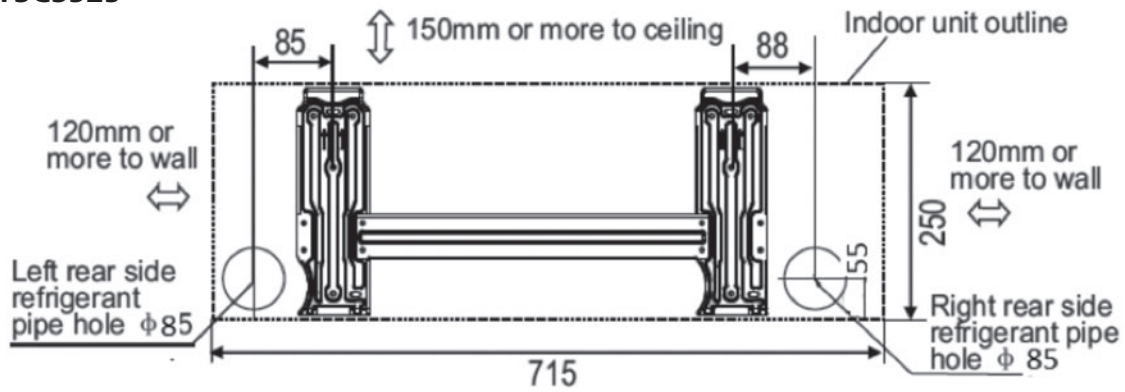

Rys. 8
- Założyć poziomo płytę instalacyjną ① na odpowiednio wytrzymałej ścianie i zachować przestrzeń wokół płyty instalacyjnej. Patrz rysunek 8.
- Jeśli ściana zbudowana jest z cegły, betonu lub podobnych materiałów, wywierć w ścianie osiem ⑧ otworów o średnicy 5 mm. Załóż kołki rozporowe ②, odpowiednie dla wkrętów montażowych ③.
- Zamocuj płytę montażową ① na ścianie ośmioma ⑧ wkrętami typu „A” ③.